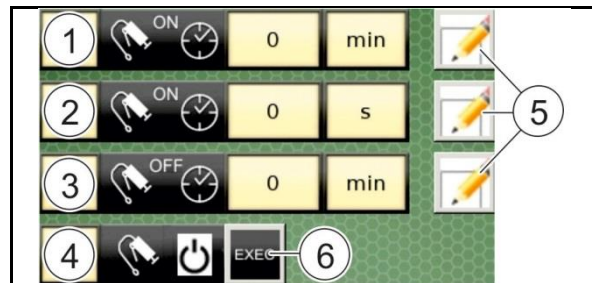

Fig. 239
- Im Terminal erscheint die Registerkarte „Zentralschmierung“ (Fig. 239).
3. Ändern Sie das gewünschte Intervall, indem Sie die dazugehörige Taste „Eingabe ändern“ (5) drücken: